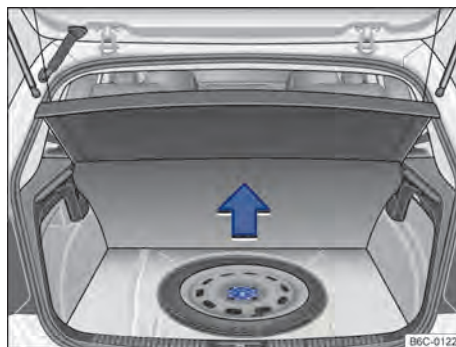

Fig. 156 En el maletero, por debajo del revestimiento del piso: rueda de emergencia y herramientas de a bordo.
Las herramientas de a bordo y la rueda de emergencia están ubicadas en el maletero, debajo de la alfombra → fig. 156.
- Levantar el revestimiento del maletero → fig. 156.